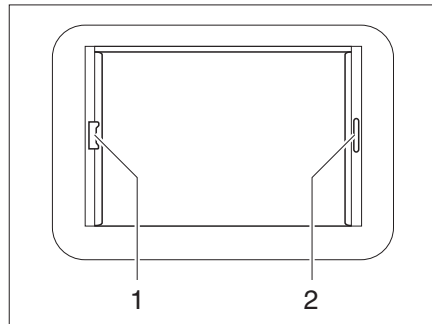

Bild 50 Heki-taklucka, rullgardinslås
- Håll i handtaget (Bild 50,2), drag ut plisségardinen och släpp den i önskad position. Plisségardinen stannar i denna position.
- Drag, med handtaget (Bild 50,1), insektsnätet till plisségardinens handtag (Bild 50,2) på den motsatta sidan, där det hakas i.
- Tryck insektsnätets handtag bakåt, uppåt och haka av insektsnätet från plisségardinen (Bild 50,2).